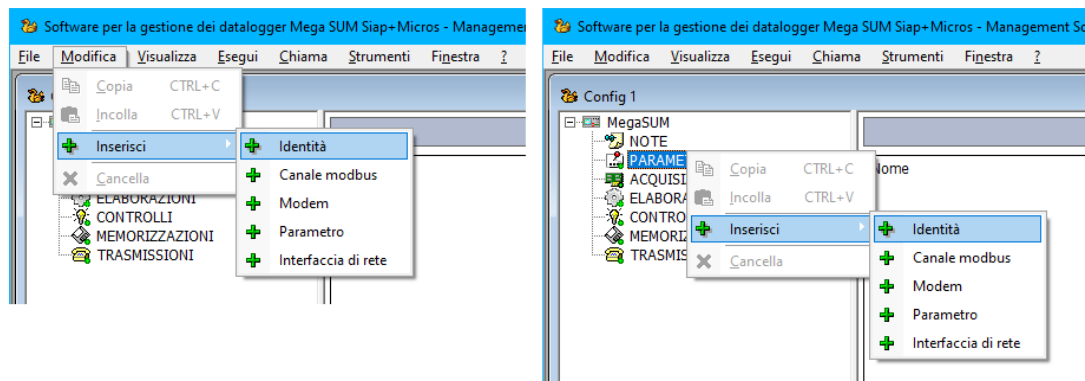
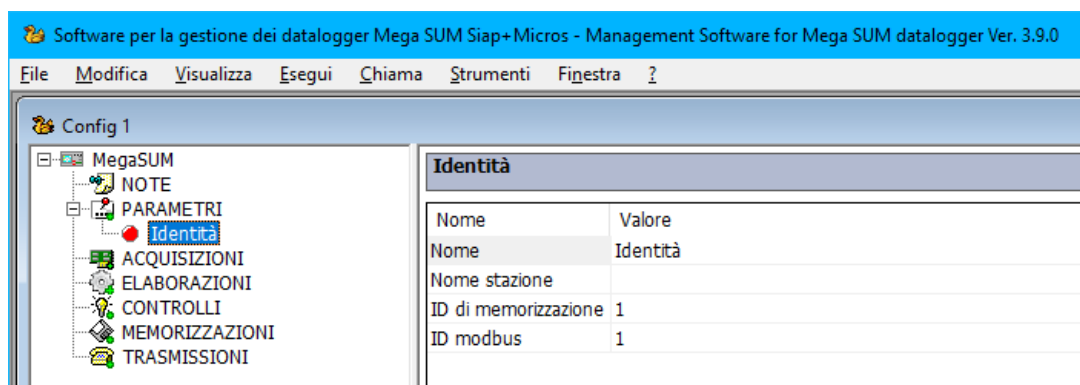

Figura 15.3: inserimento di una voce dalla sezione Parametri.
Figura 15.4: campi di configurazione dell'identità del datalogger.
- Dal menù *Modifica* selezionare *Inserisci*, comparirà una lista di tutte le voci disponibili per quella sezione (Figura 15.3 sinistra).
- In alternativa premere con il tasto destro del mouse sulla sezione e selezionare *Inserisci* (Figura 15.3 destra).
Per esempio, nella Figura 15.3 viene inserita l'identità del datalogger dalla sezione Parametri e in Figura 15.4 viene mostrato come appare l'albero di configurazione dopo aver inserito la voce. Si noti che i campi di configurazione sono elencati sulla finestra accanto dove sarà possibile per l'utente modificarne i valori.